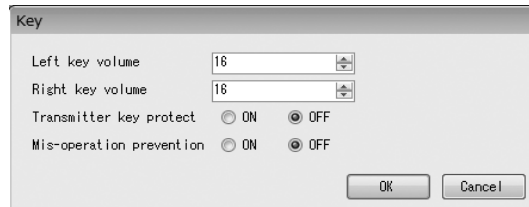

図98
- ① メニューの「Setup(S)」>「Key」をクリックします。
- ② 次のウィンドウ(図98)が表示されます。ここでは変換器キーの感度等を設定します。